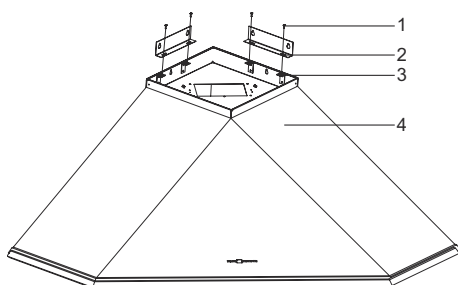

Fig. 12
2. ■ Instalar as placas de suporte que são fornecidas no pacote de instalação do produto na peça de instalação da placa de suporte localizada no corpo do produto usando o parafuso de ligação da placa de suporte (Fig. 12).